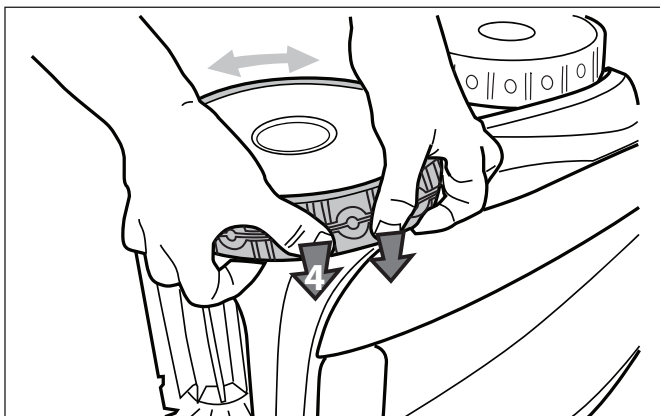

Figure 38. Remettre le pneu sur la roue
6. Pousser et placer la nervure du côté intérieur du pneu dans la rainure de la roue. Se référer à la Figure 38. Au besoin, faire tourner la roue doucement pour aider avec l'installation.